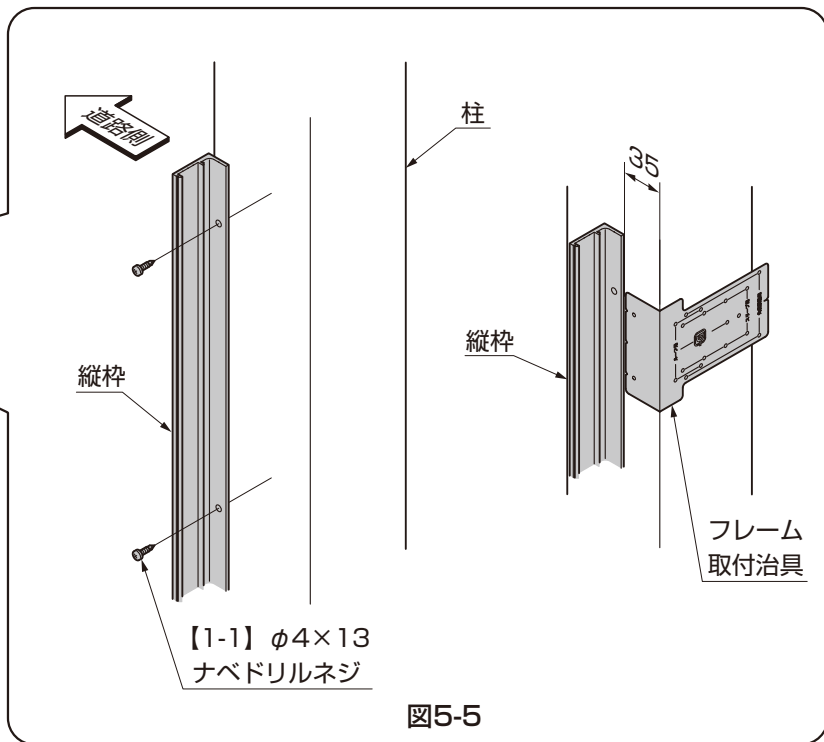

図5-5
- ① 縦枠を【1-1】で柱に取付けてください。(図5-5参照)
- フレーム取付治具を使うと位置出ししやすくなります。(図5-5参照)